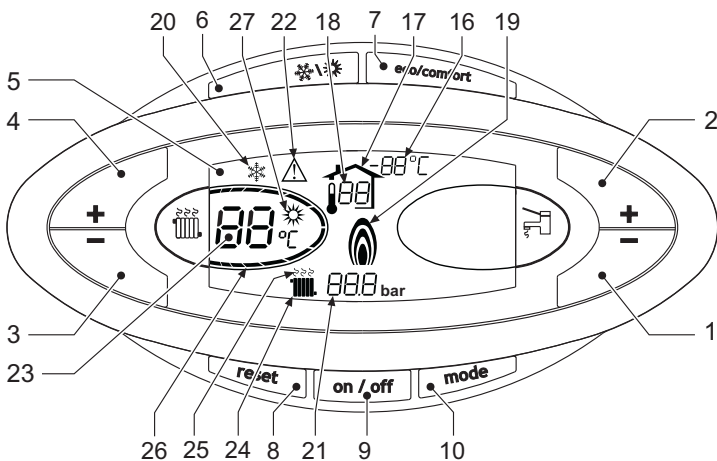
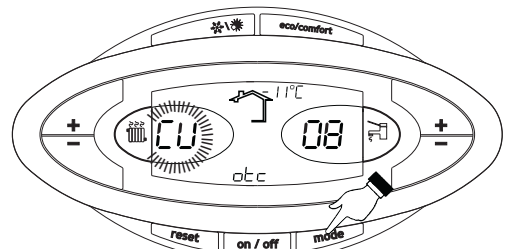

рис. 1 - Панель управления
рис. 9 - Кривая погодозависимого регулирования
Нажмите на кнопку вкл/выкл (поз. 9 - рис. 1) в течение 1 секунды.
Для повторного включения котла снова нажмите клавиш вкл/выкл (поз. 9 рис. 1) в течение 1 секунды.
- Нажмите кнопку ВКЛ/ВЫКЛ (9 - рис. 1)
Нажмите клавишу **Лето/Зима** (поз. 6 - рис. 1) на 1 секунду.
На дисплее высвечивается символ "Лето" (поз. 27 - рис. 1). При этом котел будет вырабатывать только воду для ГВС. Остается активной система защиты от замерзания.
Для выключения режима "Лето" вновь нажмите клавишу **Лето/Зима** (Поз. 6 - рис. 1) на 1 секунду.
Температура в системе отопления регулируется с помощью **кнопок отопления** (поз. 3 и 4 - рис. 1) в пределах от минимума 30 °С до максимума 80 °С
С помощью **кнопок системы ГВС** (поз. 1 и 2 - рис. 1) температуру можно регулировать от минимальной 10°C до максимальной 65°C
При установке внешнего датчика (опция) на дисплей панели управления (поз. 5 -) выводится рис. 1 текущая внешняя температура, измеряемая этим датчиком. При этом система управления котлом работает в режиме "Плавающая температура". В этом режиме температура воды в системе отопления регулируется в зависимости от внешних климатических условий с тем, чтобы обеспечить максимальный комфорт и экономии энергии в течение всего года. В частности, при увеличении температуры наружного воздуха уменьшается температура подаваемой в систему отопления воды в соответствии с определенной "характеристикой компенсации".
В режиме плавающей температуры величина, заданная с помощью клавиш регулировки отопления (поз. 3 и 4 - рис. 1) , становится максимальной температурой воды системы отопления. Рекомендуется устанавливать ее на максимальную величину, чтобы позволить системе выполнять регулировку во всем полезном рабочем диапазоне.
При однократном нажатии клавиши **Режим** (поз. 10 -) на дисплее высвечивается текущая кривая погодозависимого регулирования (рис. 1), которую можно изменить с помощью клавиш задания температуры рис. 9 воды ГВС (поз. 1 и 2 - рис. 1).
При нажатии клавиш регулировки температуры отопления (поз. 3 и 4 -) получается доступ к режиму параллельного изменения кривых (рис. 1), выполняемого с помощью клавиш "+"рис. 12 и "-" (поз.1 и 2 - рис. 1).
При повторном нажатии клавиши **Режим** (поз. 10 - рис. 1) осуществляется выход из режима регулировки параллельных кривых.
Если к котлу подключено устройство дистанционного управления с таймером (опция), вышеописанные регулировки производятся в соответствии с указаниями, приведенными в таблице 1. При этом на дисплее пульта управления (поз. 5 - рис. 1) высвечивается температура в помещении, измеряемая устройством дистанционного управления.
Выбор режимов ECO/COMFORT	При выключении режима ГВС с пульта ДУ котел переходит в режим "Eco-plot". В этих условиях клавиша 7 рис. 1 - на панели котла отключена. При включении режима ГВС с устройства ДУ с таймером котел устанавливается в режим Comfort. В этих условиях с помощью клавиши 7 рис. 1 - на панели управления котла можно выбрать любой из этих двух режимов.